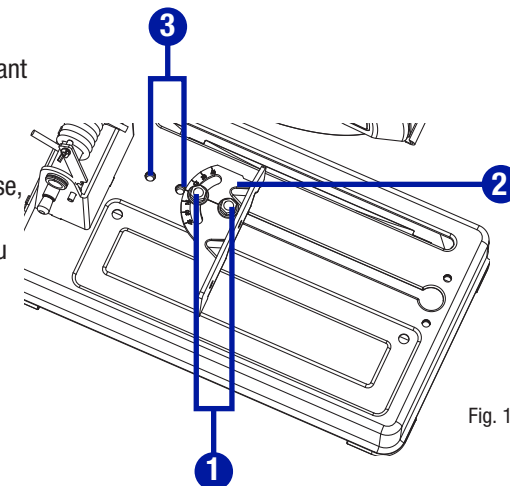

Fig. 12
**RÉGLER LA LARGEUR DE COUPE (Fig. 12)**